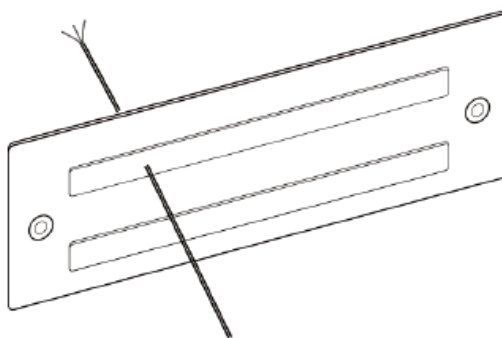

Figura 16 Diagrama esquemático de una alimentación del cable de salida de audio a través de la cubierta protectora del terminal
- a. Pele un extremo de la cubierta del cable de salida de audio preparado por 10mm, y pase el cable a través de la cubierta protectora del amplificador de potencia, como se muestra en la figura 16.
- c. Pase el otro extremo del cable de salida de audio a través de la cubierta protectora del ZS-2000M de la terminal. Consulte la Figura 16.